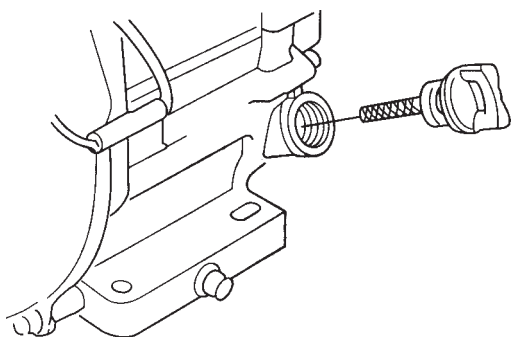

Figura 5. Varilla medidora del aceite del motor (Desmontable)
2. Retire la varilla medidora del orificio para el llenado de aceite del motor (Figura 5) y límpiela.